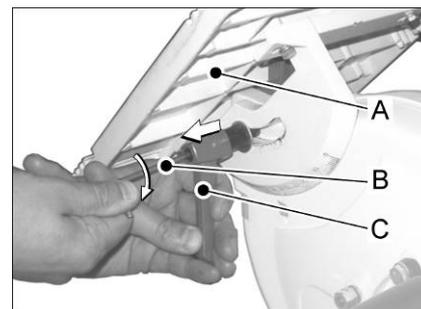

Fig 3
Monter la table (A, Fig 3) avec le culbuteur (C) sur l'arrière du carter. Déverrouiller le culbuteur et serrer les vis à six pans creux avec la clé pour vis à six pans creux (B).